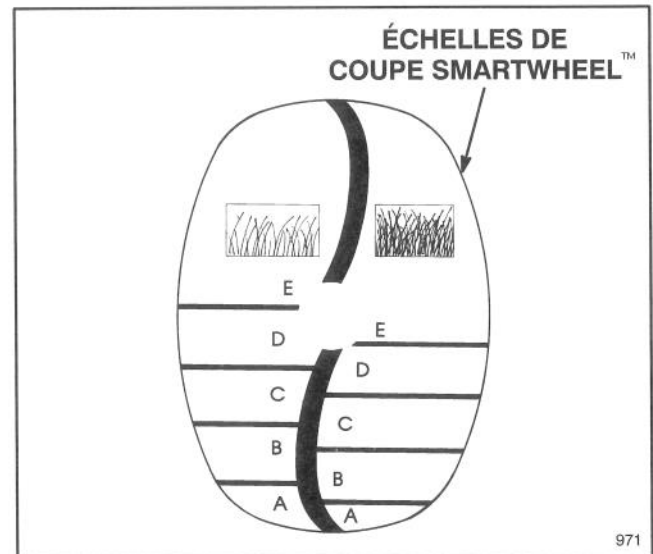

Figure 8
1. Avant de démarrer le moteur et de commencer à tondre, poussez la tondeuse dans l'herbe. Arrêtez lorsque les inscriptions SPARSE/NORMAL et LUSH apparaissent à l'endroit sur le dispositif SmartWheel de l'arrière de la roue gauche (Fig. 8).
2. Comparez la hauteur de l'herbe aux bandes de couleurs et lettres de l'échelle SmartWheel (Fig. 8) sur la roue. La couleur ou la lettre correspondant à la pointe de l'herbe représente la hauteur de coupe correcte.